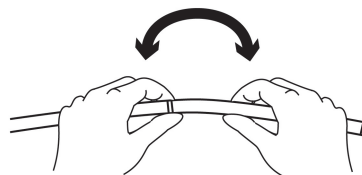

図 2
- 6.受動湾曲部の両端を把持し、軽く曲げ、受動湾曲部が滑らかに曲がることを確認すること（図 2 参照）。